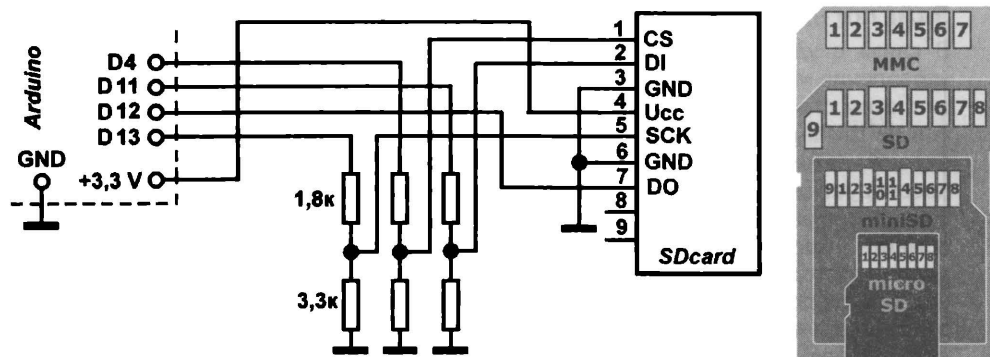
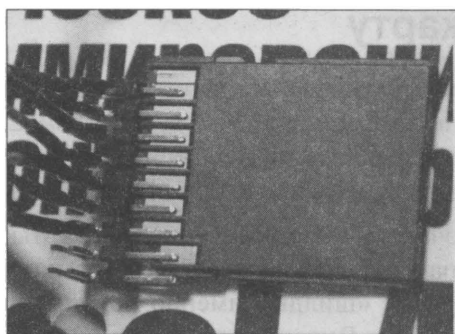

Рис. 22.4. Схема переходника для SD-карты и нумерация выводов для карт разных типов
Рис. 22.5. Самодельный отладочный разъем для SD-карты
Первая проблема заключается в подключении SD-карты к схеме. Конструкция SD-карт предполагает упаковку их в корпуса различных габаритов, потому приходится подбирать стандартные «шилды» именно под тот корпус, который имеется, или запасаться переходниками. Решение это довольно громоздкое, потому, если вы не найдете готовой малогабаритной платы, можно сделать самодельный переходник по схеме, показанной на рис. 22.4. Здесь контакт «выбор кристалла» (CS) подключен к выводу 4 платы Arduino (в расчете на стандартную библиотеку SD, которая входит в пакет Arduino), но, разумеется, можно задействовать и любой другой, который позволяет выбранная библиотека.
Для беспрепятственной вставки и извлечения карты, вообще говоря, необходимо специальное гнездо — если вы посмотрите на изображения карт разных типов на рис. 22.4, *справа*, то увидите, что у многих контакты размещены тем или иным нестандартным способом (и частично с нестандартным шагом — у карт обычного размера, например, шаг 2,5, а не обычные 2,54 мм). Если специального гнезда под рукой нет, то под SD- или MMC-карты стандартного (большого) размера можно по-
Для отладочных целей можно такой разъем сделать из двухрядного PLD с шагом 2,54 мм, если аккуратно подогнуть его выводы друг к другу (см. рис. 22.5). Контакт 8, который, как можно видеть на рис. 22.4, размещен к соседнему ближе остальных не понадобится.
Сигнальные выходы платы Arduino, работающей от напряжения 5 В, придется развязать от входов карты делителями, как показано на рис. 22.4. Для них годятся любые пары резисторы в пределах 1–10 килоом, в соотношении верхнего плеча к нижнему примерно 1:2.